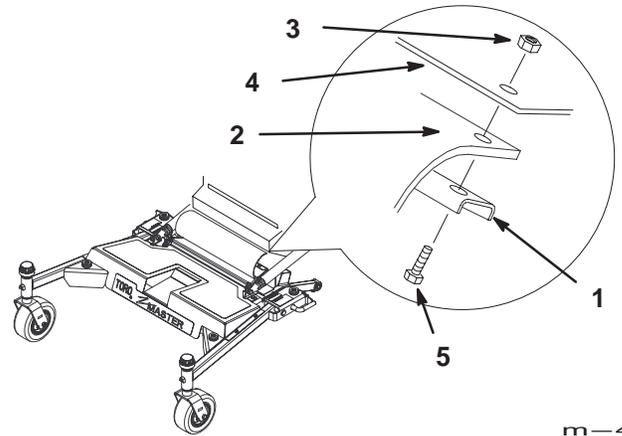

Figure 38
16. Installez la protection en caoutchouc et la barre, les écrous et les boulons sous les leviers de commande de déplacement (Fig. 38).